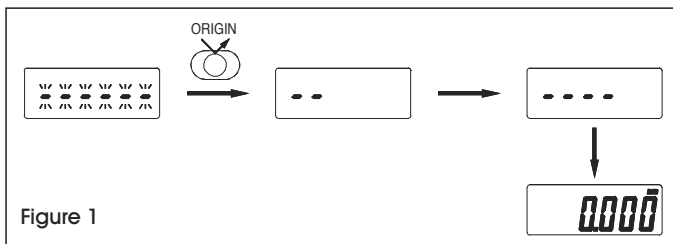

Figure 1
**IMPORTANT!** Une fois la pile installée, appuyez d'abord sur le bouton **ORIGIN** (origine) pour réinitialiser le micromètre, mais évitez de faire tourner le tambour au moment du réglage des valeurs prédéfinies. (Voir Figure 1)
**IMPORTANT!** Une fois la pile installée, appuyez d'abord sur le bouton **ORIGIN**, mais évitez de faire tourner le tambour au moment du réglage des valeurs prédéfinies. (Voir Figure 1) Si le tambour tourne à ce moment précis, les réglages par défaut pourraient ne pas être effectués. Réinstallez la pile si vous avez déplacé le tambour au cours de cette étape.